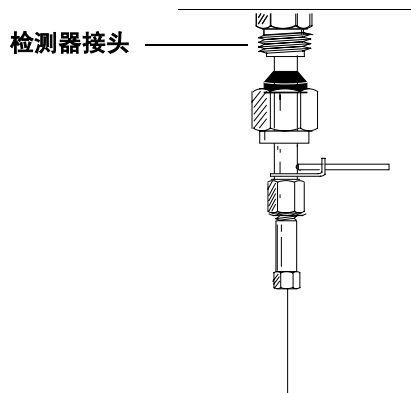

图 46 插入转换接头和色谱柱
- 5 慢慢地把转换接头直接插入检测器接头中。确保转换接头在插入过程中始终固定在检测器接头 — 如果必要，轻轻摇动它。小心不要弄断柱末端（图 46）。